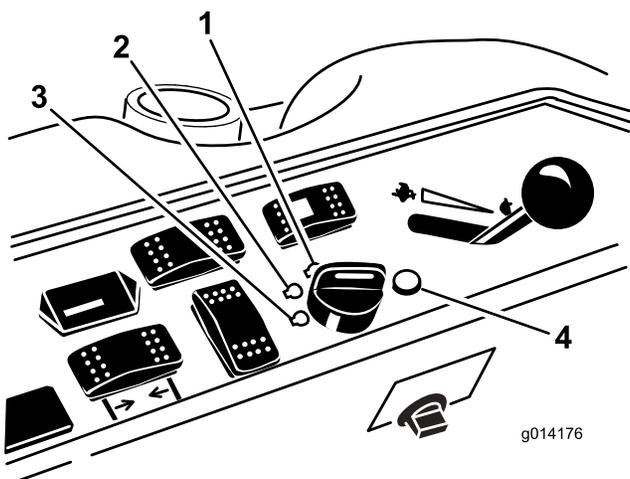

Figure 21
6. Tournez la clé de contact dans le sens horaire à la position CONTACT (Figure 21).